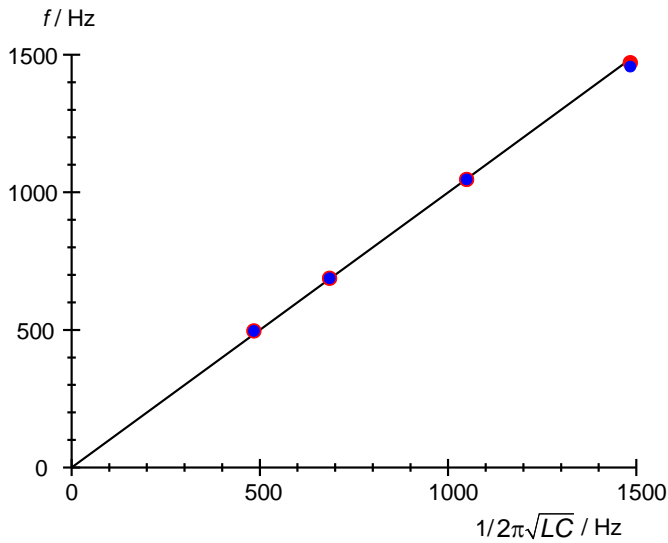

Fig. 6: Comparación entre la frecuencia de resonancia medida y la calculada; para una conexión en serie (rojo) y para una en paralelo (azul).
- Calcule las frecuencias de resonancia en función de la fórmula (5), introdúzcalas en la tabla 5 y represente gráficamente las frecuencias de resonancia medidas (tablas 2 y 3) junto a las calculadas (fig. 6).
Las frecuencias de resonancia medidas y calculadas concuerdan en gran medida (fig. 6).